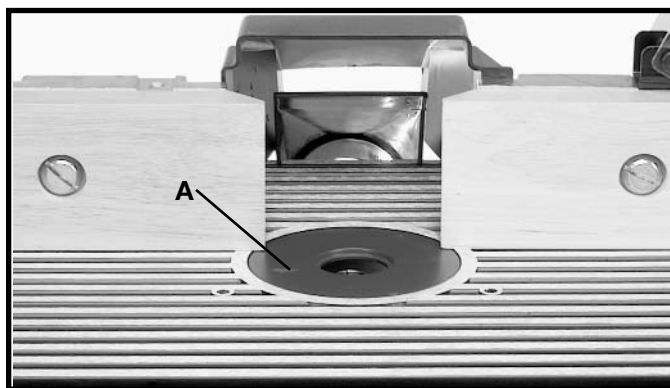

Fig. 11
La pieza de inserción de mesa (A) se ensambla a la mesa como lo ilustra la Fig. 11.